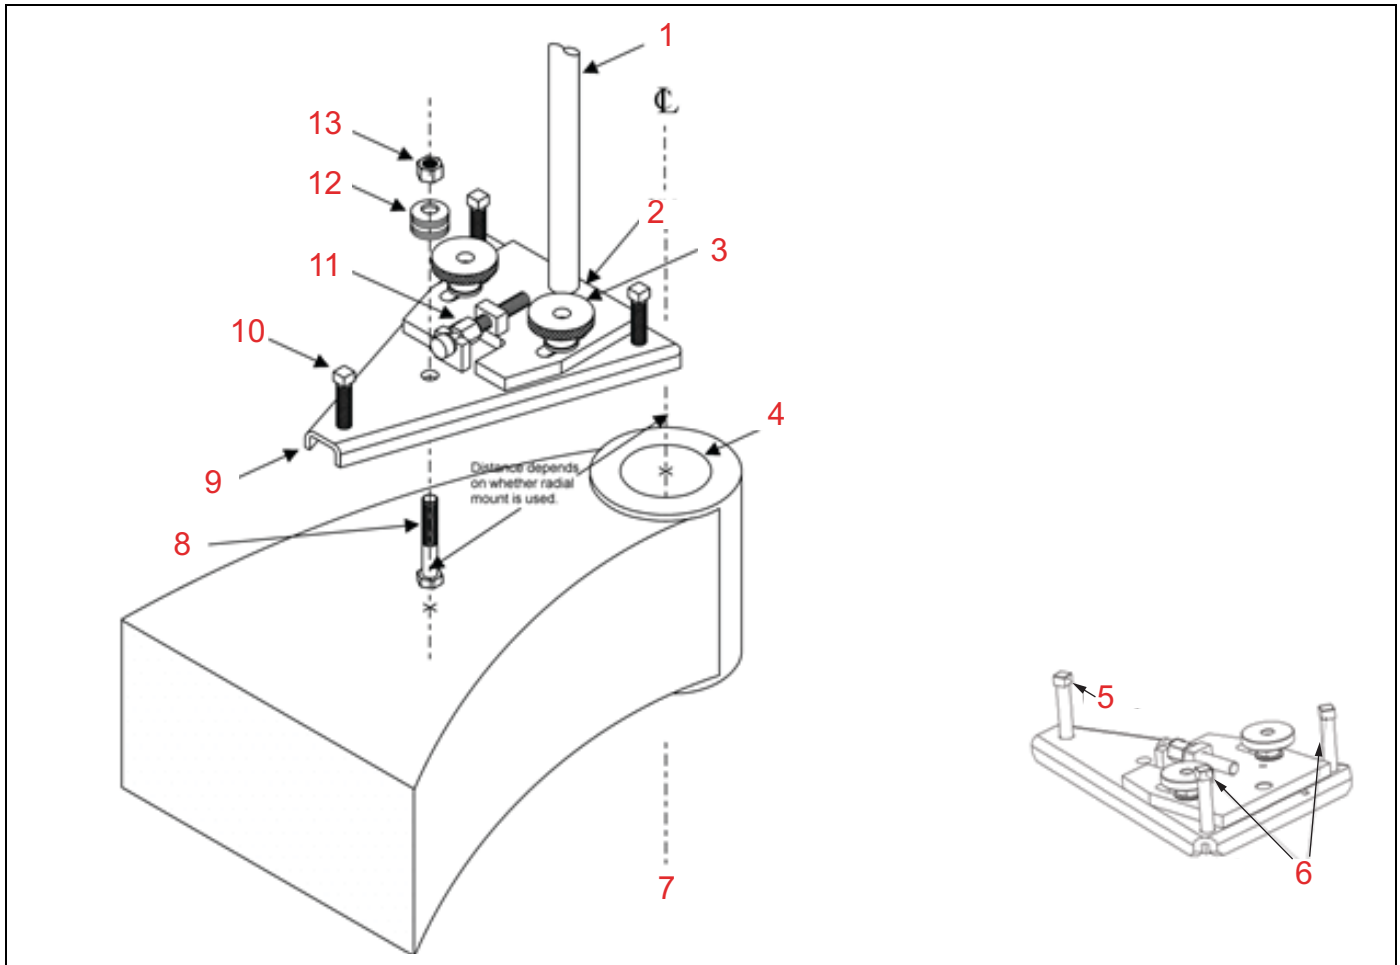

FIGURE 3-1. BASE RÉGLABLE ET MATÉRIEL DE MONTAGE
2. Placez la plaque de base réglable sur le boulon de montage comme illustré à la Figure 3-1 à la page 41.